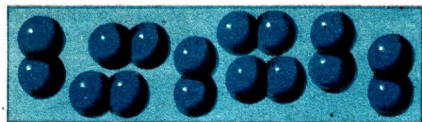

Abb. 59
**Sauerstoff als Molekülsubstanz.** Bei gasförmigem Sauerstoff sind die Sauerstoffmoleküle in ständiger, regelloser Bewegung und erfüllen den gesamten ihnen zur Verfügung stehenden Raum (Abb. 59). Eine Stoffprobe Sauerstoff besteht aus einer sehr großen Anzahl von Sauerstoffmolekülen.